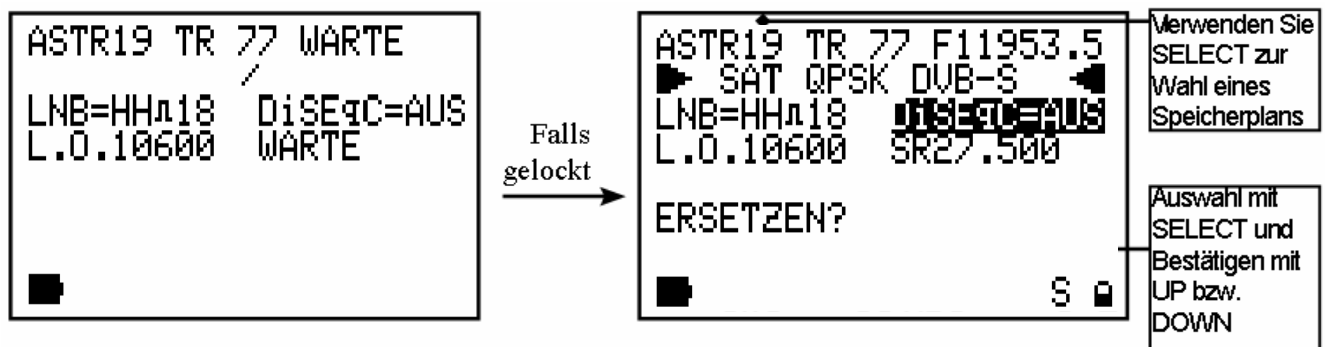

Abbildung 8.1 Automatische Suche der Tuning-Parameter eines Transponders
- Wenn der Transponder gelockt ist, zeigt das Messgerät ein Menü zum Speichern des Transponders am ersten freien Speicherplatz des aktiven Speicherplans an (Abbildung 8.1).